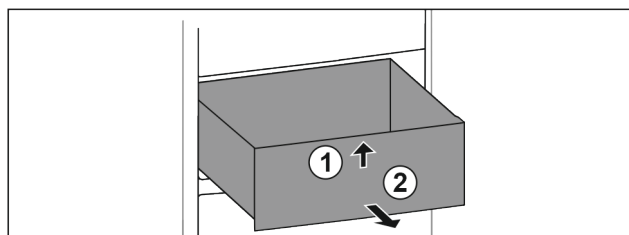

Fig. 68
- Løft skuffen fremefter. Fig. 68 (1)
- Tag skuffen ud fremefter. Fig. 68 (2)